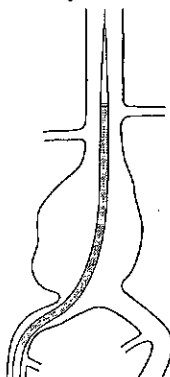

Figura 4. Introduzione del sistema di rilascio aortico
2. Farlo avanzare sul filo guida in modo tale che gli stent più prossimali e i marker radiopachi vengano visualizzati nel colletto aortico prossimale di destinazione (figura 4).